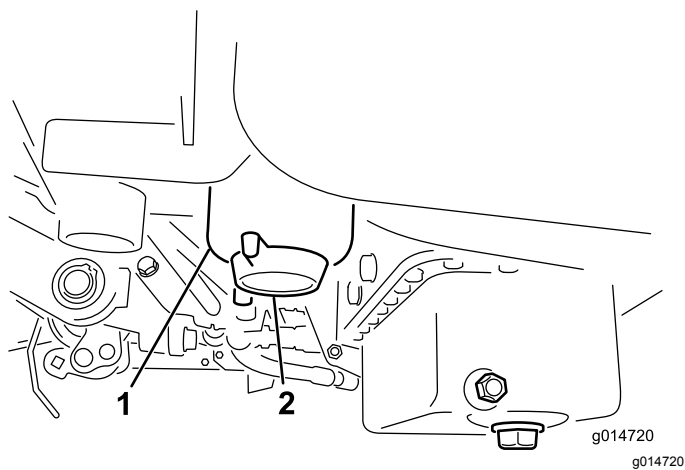

图37
2. 清洁滤清器过滤筒的安装区域图37。
4. 打开滤清器排油塞图37。